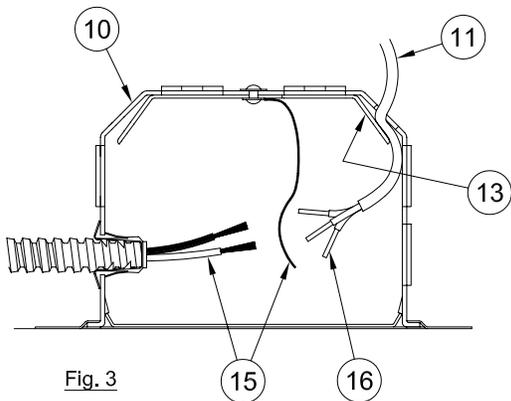

Fig. 3
- 2.- Remove Cover Plate (9) from Junction Box (10). Slip Type NM Cable (Romex)(11) through desired hole in Junction Box (10) above Retaining Plate (13). Cable (11) is secured by Retaining Plate (13). (See Fig. 3)
- 3.- If other than Type NM Cable (Romex) is to be used, remove one Large Knockout (15) at desired location on Top or Sides of Junction Box (10). Bring appropriate electrical supply cable into Junction Box and secure in place with proper UL listed Connector (NOT FURNISHED).
- 4.- Connect Fixture Wires (15) to Supply Wires (16) as shown in Wiring Diagram. Use UL listed Wirenuts (NOT FURNISHED).
- 5.- To gain access to Junction Box (10), after Ceiling is finished, remove three Screws (7) that hold Housing (6) in place. Lower the Housing. Remove Screws (14) and Access Door (12) located inside Fixture. Junction Box Cover Plate (9) can now be removed for service.
- 2.- Retire la placa de cubierta (9) de la caja de empalme (10). Deslice el cable tipo NM (Romex) (11) por el agujero deseado en la caja de empalme (10), el cual está ubicado por encima de la placa de sujeción (13). Se sujeta el cable (11) por medio de la placa de sujeción (13). (Vea Fig. 3)
- 3.- En caso de que se usa un cable otro que el tipo NM (Romex), retire un tapón grande (15) en la posición deseada en la parte superior o los lados de la caja de empalmes (10). Introduzca el cable de suministro eléctrico apropiado en la caja de empalmes y asegure su posición en la caja con el conector certificado UL apropiado (NO INCLUIDO).
- 4.- Conecte los hilos de la unidad (15) a los hilos del suministro (16) conforme al diagrama de conexiones. Utilice los conectores certificados UL (NO INCLUIDOS).
- 5.- Para proporcionar acceso a la caja de empalmes (10), después de acabar con el cielorraso, desenrosque los tres tornillos (7) que mantienen la cubierta (6) en posición. Baje la cubierta. Retire el tornillo (14) y la puerta de acceso (12) dentro de la unidad. Ahora se puede retirar la cubierta de la caja de empalmes (9) para hacer el mantenimiento.
- 2.- Retirez le couvercle (9) de la boîte de jonction (10). Faites glisser le câble type NM (Romex) (11) par le trou désiré dans la boîte de jonction (10), lequel trou se trouve au-dessus de la plaque de fixation (13). Le câble (11) se fixe à l'aide de la plaque de fixation (13). (Voir Fig. 3)
- 3.- Si un câble autre que celui de type NM (Romex) est utilisé, ouvrez une grande débouchure (15) à l'endroit désiré sur le haut ou les côtés de la boîte de dérivation (10). Insérez le câble d'alimentation électrique adéquat dans la boîte de dérivation serrez en place avec un connecteur adéquat homologué UL (NON FOURNI).
- 4.- Reliez les fils du dispositif (15) aux fils de l'alimentation (16) selon le diagramme de câblage. Utilisez les coinçeurs de relais homologués UL (NON FOURNIS).
- 5.- Pour avoir accès à la boîte de dérivation (10), quand le plafond est terminé, dévissez les trois vis (7) qui maintiennent le logement (6) en place. Descendez le logement. Retirez la vis (14) et la porte d'accès (12) dans le dispositif. Maintenant le couvercle de la boîte de dérivation (9) peut être retiré pour effectuer l'entretien.